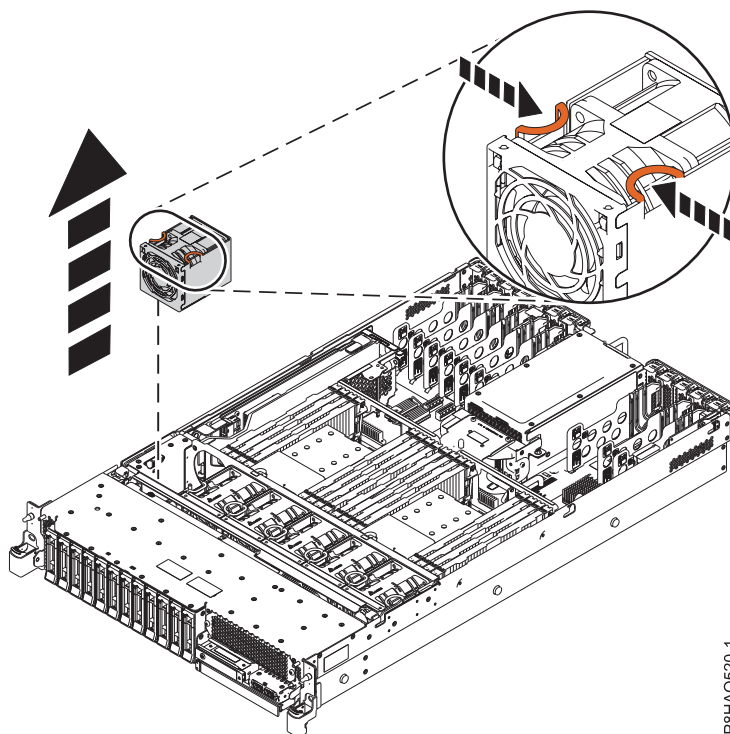

Figura 2. Extracción de un ventilador
- c. Levante el ventilador y extráigalo del receptáculo sujetándolo por los puntos de contacto, como se muestra en la Figura 2.